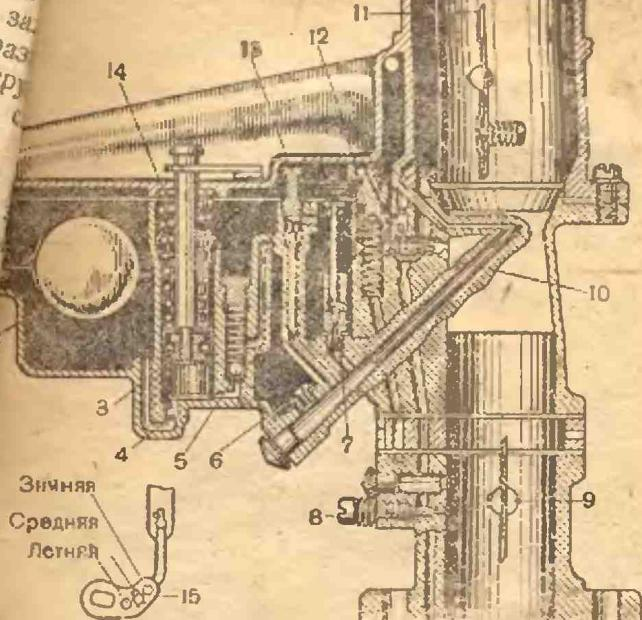

Рис. 10. Карбюратор «Картер»:
**Карбюратор** (рис. 10) отрегулирован для мичной работы двигателя, поэтому он, кроме никаких регулировок,
3. Регулируй состав смеси холостого хода при помощи регулировочного винта 8 (рис. 10). При отвертывании регулировочного винта смесь обогащается, при завертывании обедняется. Регулировку произведи до тех пор, пока двигатель не начнёт плавно работать.
Помни! Высокий уровень топлива в поплавковой камере вызывает повышенный расход топлива и навливай подачу топлива ускорительным насосом карбюратора в зависимости от климатических условий времени года путем перестановки соединительного звена 15 (рис. 10) насоса в рычажке дроссельной заслонки. Не вскрывай и не регулируй математический ограничитель оборотов двигателя находящийся под карбюратором.